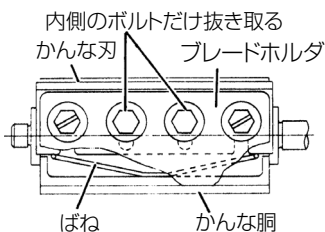
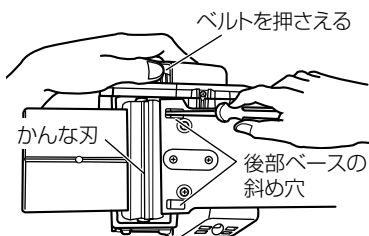

図 11
図 13
(3) 後部ベースの斜め穴から、付属のドライバーをさし込み、外側のボルトの頭部の溝に合わせてゆるめると、かなな刃はばね(図 11)に押されて数ミリ飛び出します。(図 13)
(4) かなな刃の両端を持って、取りはずします。